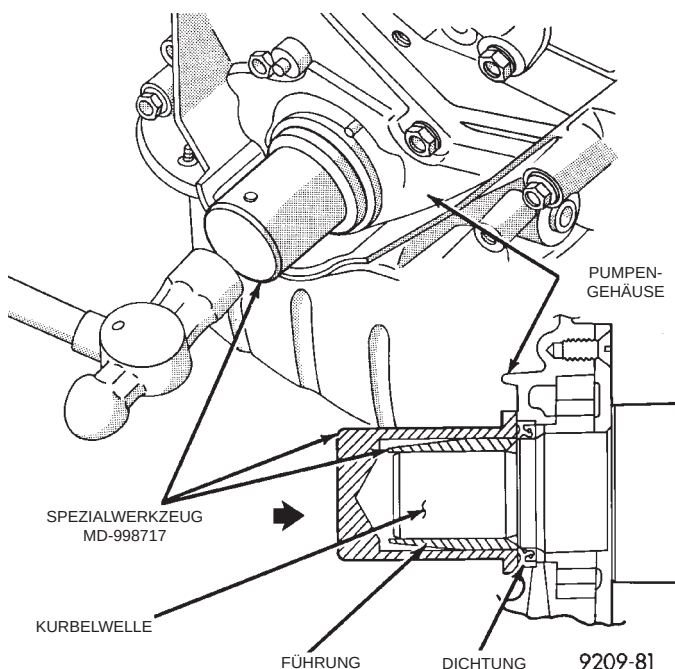

Abb. 65 Vorderer Kurbelwellendichtring
- (1) Vorderen Kurbelwellendichtring mit Spezialwerkzeug MD-998717 in das Ölpumpengehäuse einsetzen (Abb. 65).
- (2) Der Einbau erfolgt in der umgekehrten Reihenfolge des Ausbaus.